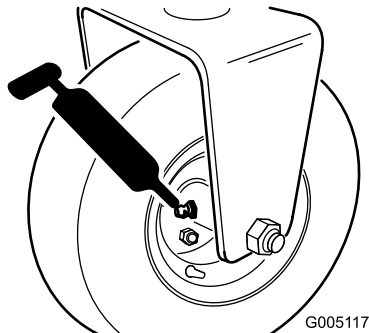

Figura 38
- Frizioni dei rulli e cuscinetto a sfere esterno (1) della ruota posteriore (Figura 38)